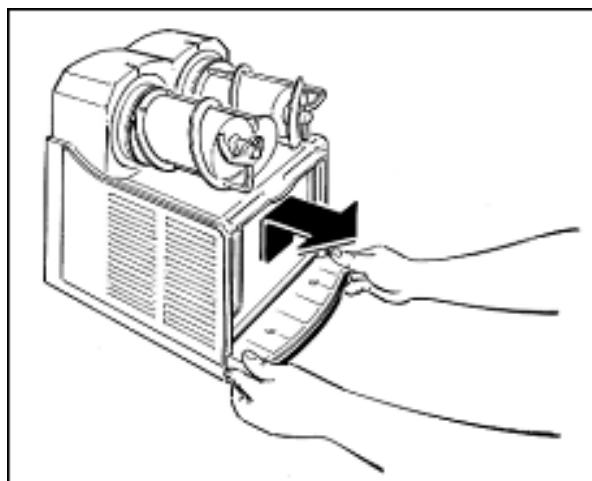

Fig. 9
- Smontare il vassoio raccogli gocce muovendolo verso l'alto e tirandolo verso l'esterno (Fig. 9).